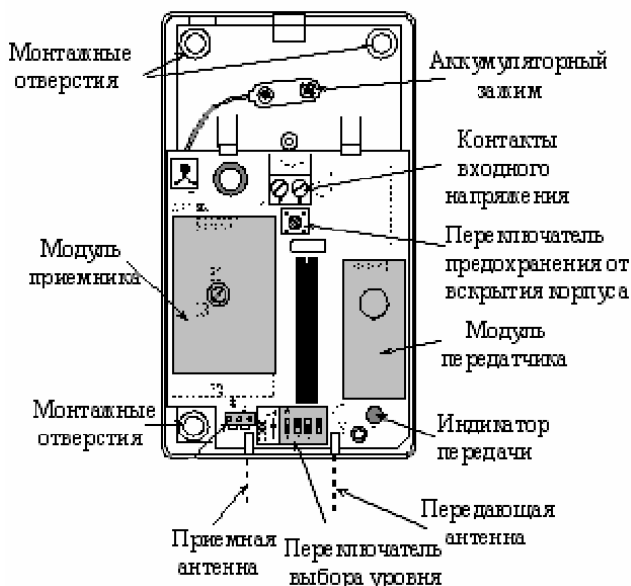

Рисунок 5. MCX-600 со снятой крышкой.
- B. Смонтируйте основание, не снимая печатной платы, используя монтажные отверстия (см. Рисунок 5).